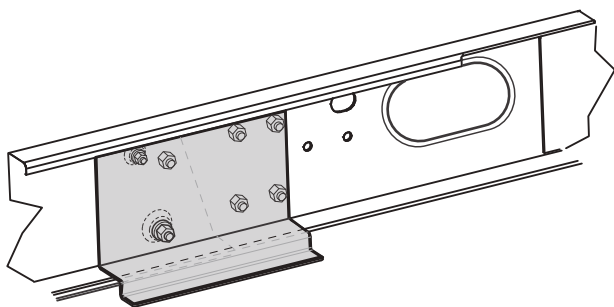

Fig. 19
- Adatto per caravan fino a 1900 kg - 2000 kg e un telaio AL-KO M con longheroni spostabili (Fig. 19).